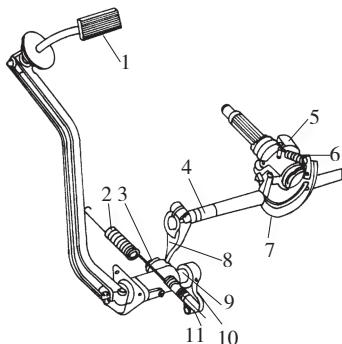
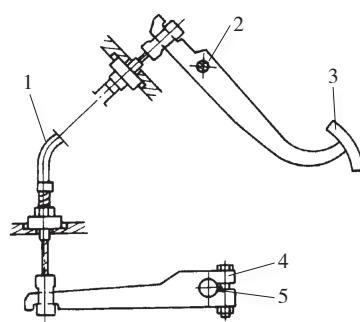

图 1-1-9 离合器机械杆系操纵机构
图 1-1-10 离合器机械绳索操纵机构
(1) 机械式操纵机构有两种类型：机械杆系操纵机构(图1-1-9)和机械绳索操纵机构(图1-1-10)。